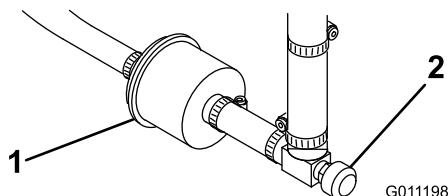

Figure 38
Le filtre à carburant est incorporé dans la conduite d'alimentation, entre le réservoir de carburant et le carburateur (Figure 38). Remplacez le filtre toutes les 800 heures de fonctionnement, ou plus tôt si le débit de carburant limité. Vérifiez que la flèche qui se trouve sur le filtre pointe bien dans la direction opposée au réservoir de carburant.
1. Fermez le robinet de carburant, desserrez le collier de flexible côté carburateur et débranchez la conduite d'alimentation du filtre (Figure 38).